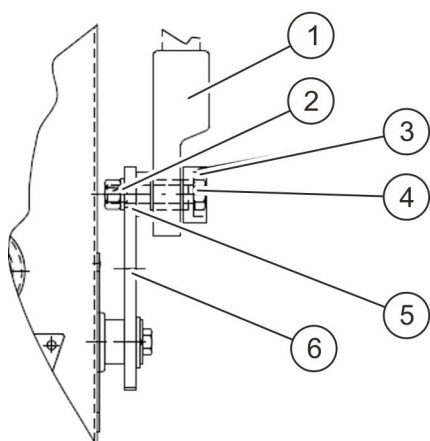

Abb. 26: Gestänge demontieren
**6.** → Schraube (Abb. 26/4) mit Mutter (Abb. 26/2) am unteren Abschnitt des Schaltgestänges lösen.
**7.** → Unteren Abschnitt des Schaltgestänges (Abb. 26/1) entnehmen.